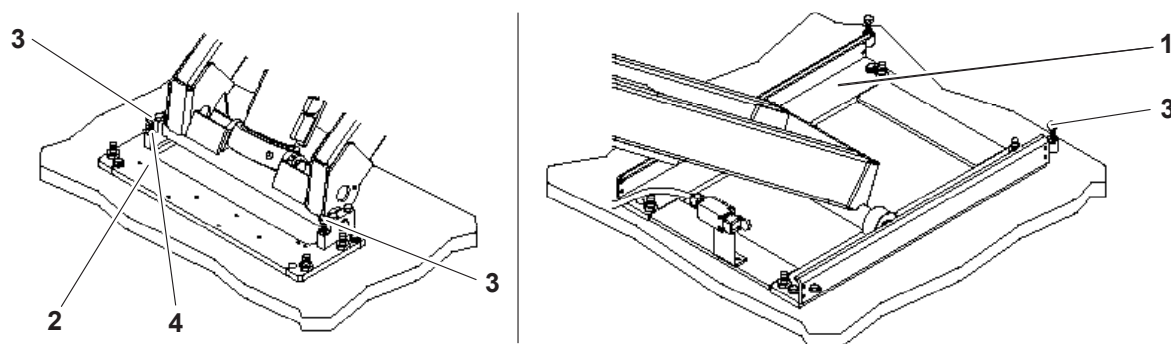

Abb. 2
- Vergewissern Sie sich, dass die Sockel vollkommen eben stehen, indem Sie sich an den Gleitflächen der Rollen 1 (Abb. 2) und an der Halterung des Drehbolzens der Verbindungsstange 2 (Abb. 2) orientieren: Stellen Sie gegebenenfalls die Nivellierschrauben 3 (Abb. 2) ein, aber stellen Sie in diesem Fall den Kontakt zwischen Sockel und Boden auf der gesamten Fläche mit einer angemessenen Unterlegscheibe wieder her (damit sich die Sockel später nicht verbiegen können).